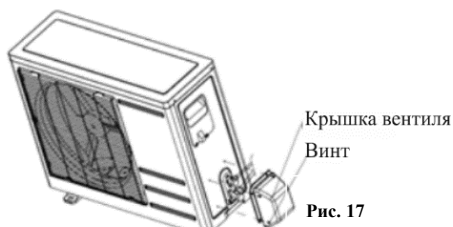

Рис. 17
• После подсоединения соединительных труб между внутренним и наружным блоками в соответствии с описанным выше способом установки, закрепите крышку вентиля сбоку наружного блока тремя соответствующими винтами (рис. 17).